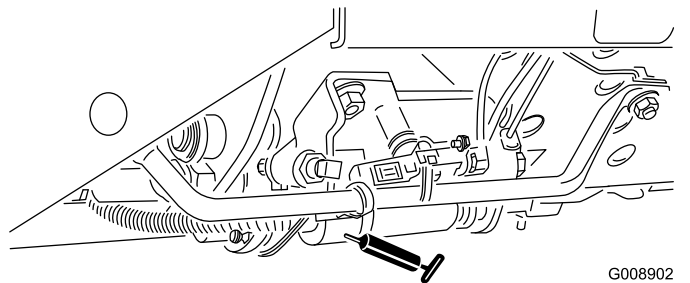

Figura 45
- Slitta di tosatura/trasporto (Figura 45)